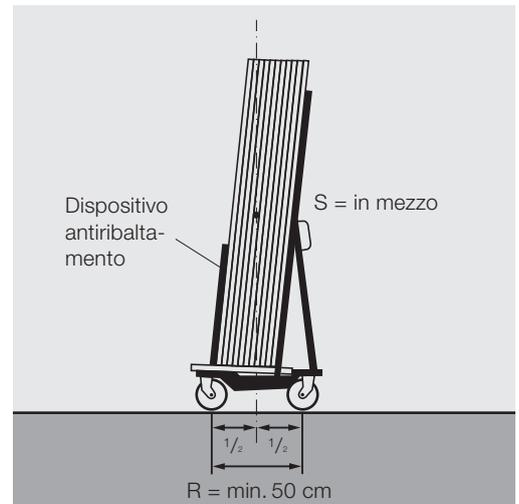

Fig. 2: carrello a quattro ruote conforme alle norme di sicurezza:
| 5 Il sostegno dei pannelli è montato in modo tale che il baricentro dei pannelli (S) si trova sempre fra le ruote anche con le rotelle di guida girate all'interno? (Fig. 2) | <input type="checkbox"/> sì